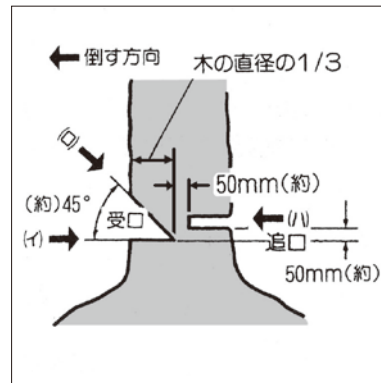

図22
- ① 作業の前に倒す木の傾き、大きい枝の位置、風向などを考えて、倒す方向、避難する方向を決めてください。
- ② 作業する場所の障害物を取り除き、足場の安全を確認してください。倒す木が斜面にある場合は必ず山側に安全な足場を確保してください。
- ③ 立ち木を切断するときは、倒す方向に切り込みを(イ)水平、(ロ)傾斜の順に入れ、受口を作ってください。木の直径の約1/3の切り込みで、角度は約45°。(図22参照)
- ④ 受口の(イ)水平切込み部より約50mm上部の反対側に水平に追口(ハ)を切り込んでください。(図22参照)
- ⑤ 追口の切り込みが受口に近づくとも木は倒れ始めます。木が倒れ始めましたら追口よりチェーンソーを離し安全な方向に避難してください。
- ⑥ 木が所定方向に倒れそうもない場合や、ソーチェーン、ガイドバーなどが挟まれたときは作業を中止し、追口にクサビを打ち込み、矯正してください。